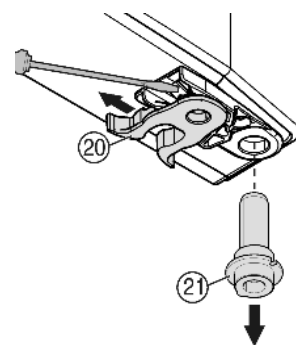

Fig. 8
- ▶ Przenieść zacisk sprężynowy Fig. 8 (20): Zatrzask przycisnąć w dół, przy tym zdjąć zacisk sprężynowy.
- ▶ Trzpień zawiasu Fig. 8 (21) wyjąć z tulei drzwi i razem z podkładką założyć po przeciwnej stronie. Zatrzask musi wskazywać do wewnątrz drzwi, a nacięcia do zewnątrz.
- ▶ Drzwi założyć na dole, a trzpień zawiasu Fig. 8 (21) umieścić w płytce zawiasu. Ew. obrócić trzpień zawiasu tak, by się zablokował.